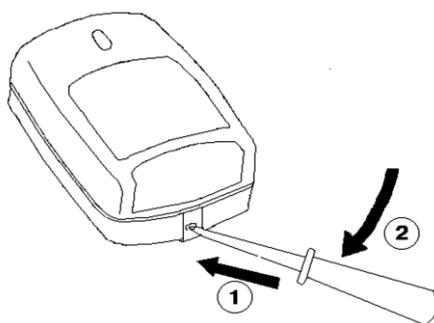

Рисунок 1. Общий вид извещателя
- снимите крышку извещателя, отжав при помощи отвертки фиксатор, расположенный в нижней части основания корпуса (рис. 1);